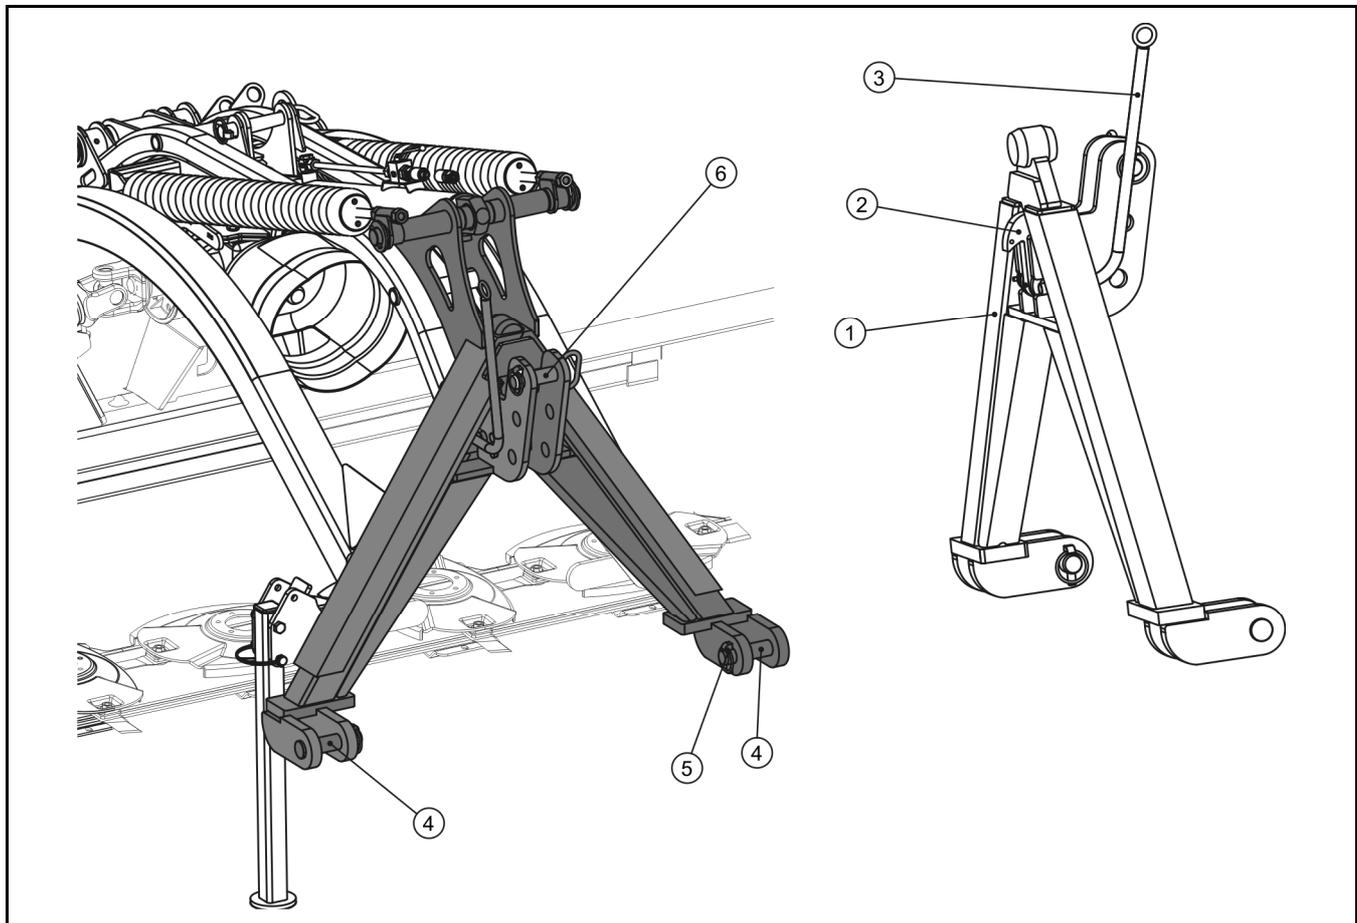

ABBILDUNG 3.3 Einhängesystem
(1) Kupplungsdreieck, (2) Ratsche, (3) Ratschenhebel, (4) Unterarmbefestigungsstift, (5) Splint, (6) Befestigungsstift der oberen Zugstange
Die Anhängervorrichtung (ABBILDUNG 3.3) dient zum Ankoppeln der Mähmaschine an das Dreipunktgestänge des Traktors (Dreipunktaufhängung). Die Mähmaschine ist mit einem Anbaudreieck (1) ausgestattet, das am unteren Anbaupunkt mit Bolzen (4) und am oberen Anbaupunkt mit einem Bolzen (6) mit dem vorderen Dreipunktgestänge des Traktors verbunden und mit Bolzen (5) gesichert ist. Die Zusammenführung erfolgt durch Einrasten der Sperrklinke (2) im Aufhängerahmen. Der Sperrklinkenhebel (3) wird zum Lösen der Maschine verwendet.